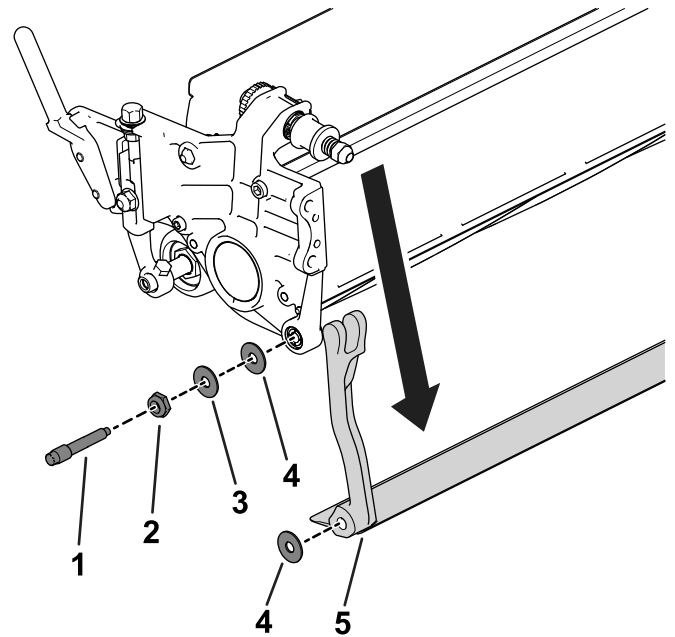

Figura 20
3. Su ciascun lato della macchina, allentate il dado di bloccaggio come illustrato nella Figura 20.
4. Togliete ciascun bullone della barra di appoggio consentendo alla barra di appoggio di essere tirata verso il basso e rimossa dall'apparato di taglio (Figura 20).
Considerate 2 rondelle in acciaio e 1 rondella di plastica su ciascun lato della barra di appoggio (Figura 20).